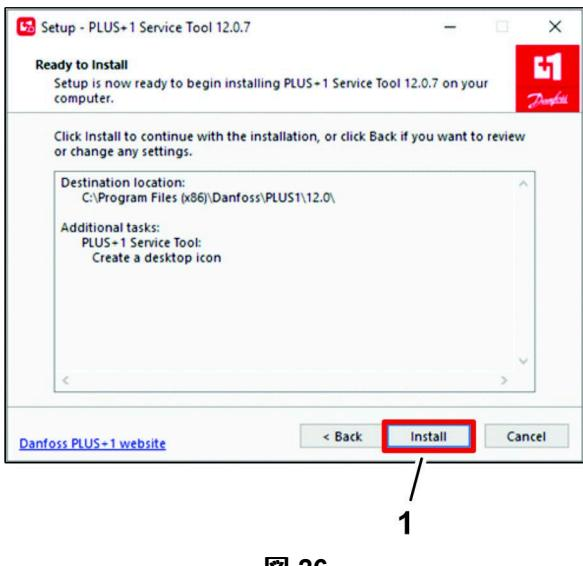

図 26
8. インストールの準備完了ダイアログ ボックスで、インストールボタン (図 26) をクリックする。